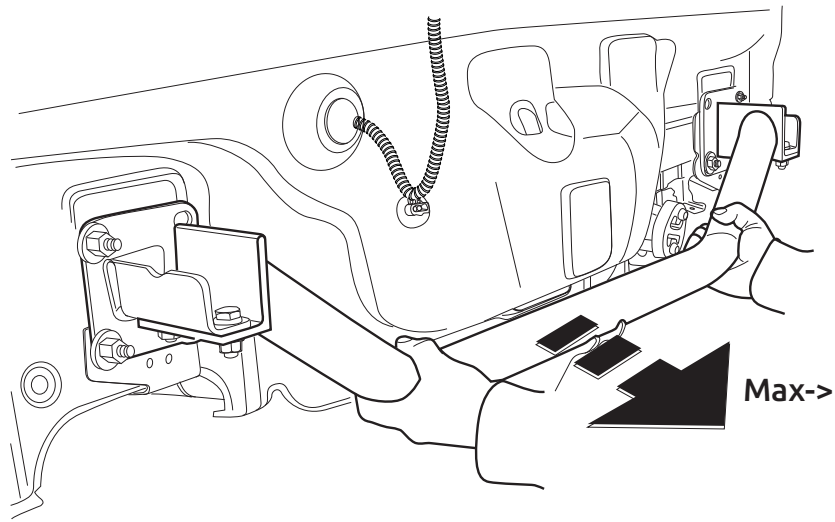

Fig. 3
- ⚠ 9. Задвинуть комплект назад до отказа. См. рисунок 3**